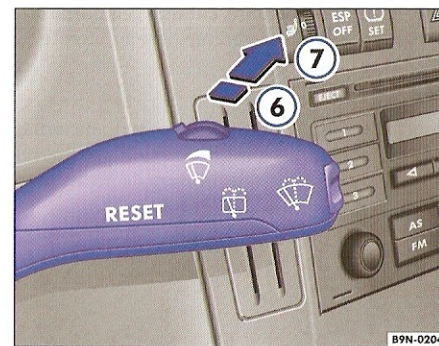

Fig. 38 Maneta ștergătorului de lunetă.
– Apăsați maneta în față, în poziția ⇒ fig. 38 ⑥. Brațul ștergătorului lunetei funcționează din 6 în 6 secunde.